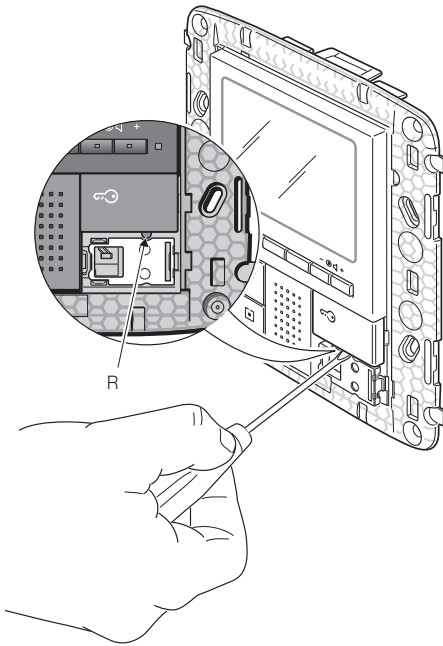

Figura 10
- Premere brevemente, mediante un cacciavite o un piccolo utensile, il pulsante **R** posto al di sotto del **tasto "D"** (figura 10);